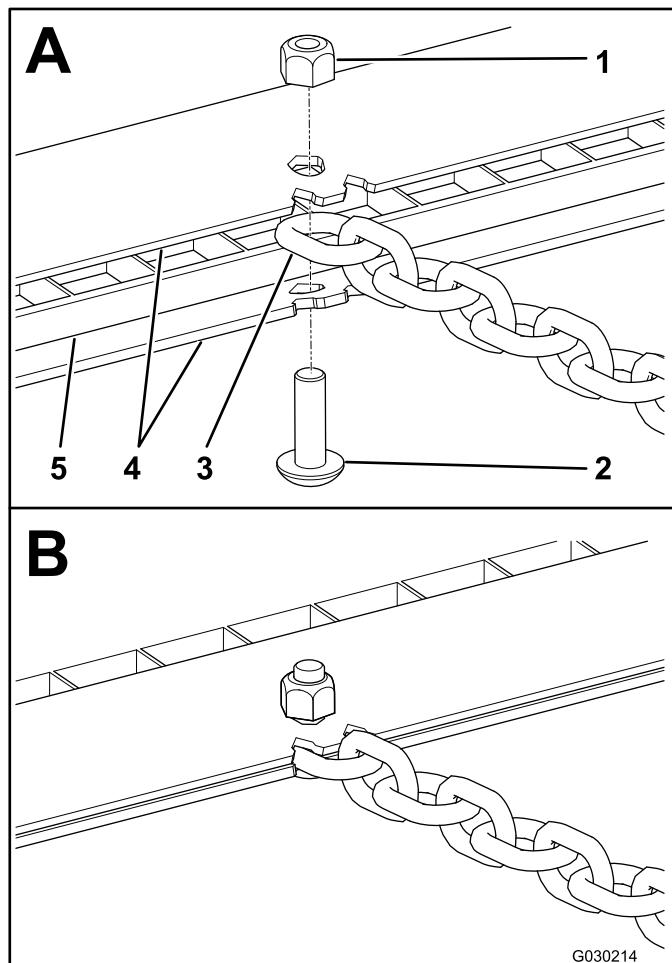

Figure 6
3. Installez la chaîne entre les supports sur le tapis traîné à l'aide d'une vis (5/16 x 1 po) et d'un contre-écrou (5/16 po), comme montré à la Figure 6.
- Installez chaque chaîne entre les supports sur le tapis traîné à l'aide d'une vis (5/16 x 1 po) et d'un contre-écrou (5/16 po), comme montré à la Figure 6.